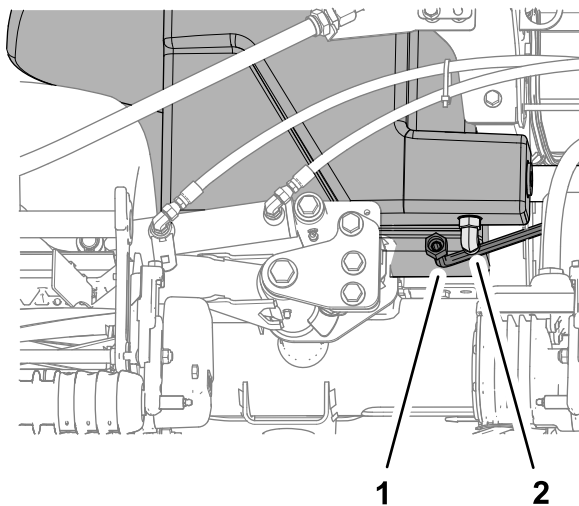

Рисунок 118
2. Установите большой сливной поддон под прямоугольный штуцер (Рисунок 118) гидравлического бака; см. раздел Емкость гидравлической системы \(страница 79\).